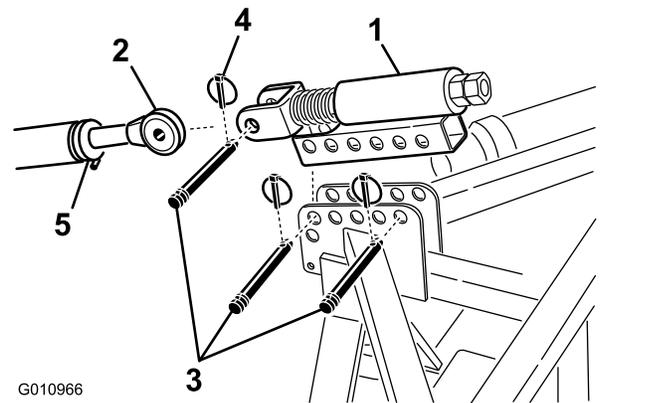

Bild 9
- Befestigen Sie den hydraulischen Oberlenker mit den zwei Steckstiften und Klappsteckern an der Aerifiziererhalterung (Bild 9)
- Lösen Sie die Sicherungsmutter am Oberlenker der Zugmaschine. Stellen Sie die Länge des Oberlenkers ein, bis er mit der Lastöse am gefederten Oberlenker des Aerifizierers ausgefluchtet ist (Bild 9).
befestigen Sie ihn mit einem Steckstift und einem Klappstecker (Bild 9).
- Drehen Sie den Oberlenker, bis die Feder um ca. 13 mm komprimiert wird (Bild 9).